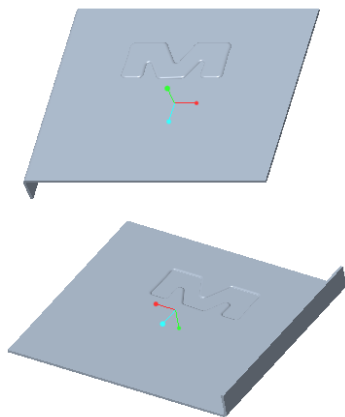

图 2-18 完成凸模成型特征
(10) 在“凸模”选项卡中单击 (完成) 按钮, 完成的凸模成型特征如图 2-18 所示。